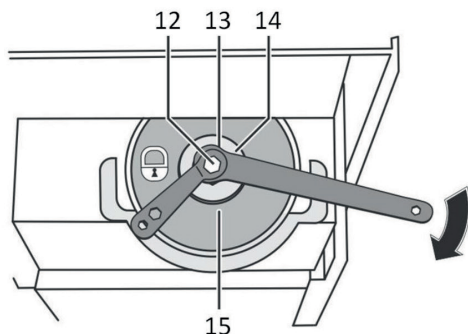

Рис. 8
Удерживая одним ключом вал (12), вторым ключом открутите гайку (13) (рис. 8).